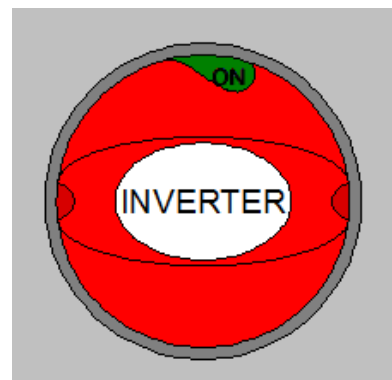

Fig.6 Interruttore di sezionamento inverter
8. procedere all'avvio dell'inverter attraverso **l'interruttore di sezionamento INVERTER** (fig. 6);